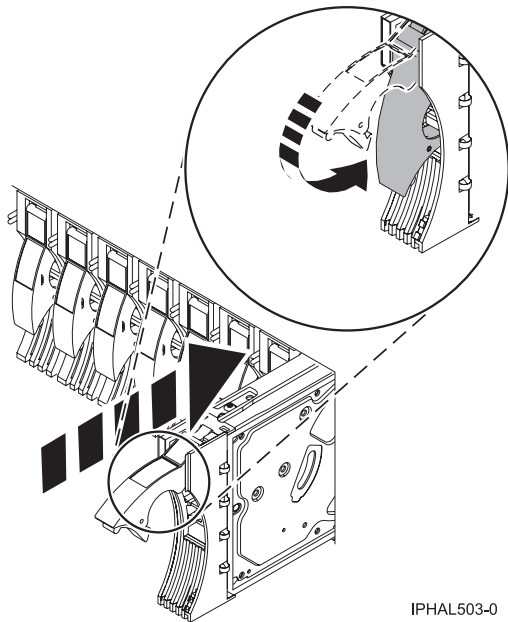

Figure 13. Installation d'une unité de disque sur un modèle
15. Faites glisser complètement l'unité de disque dans l'unité centrale (voir figure 13).